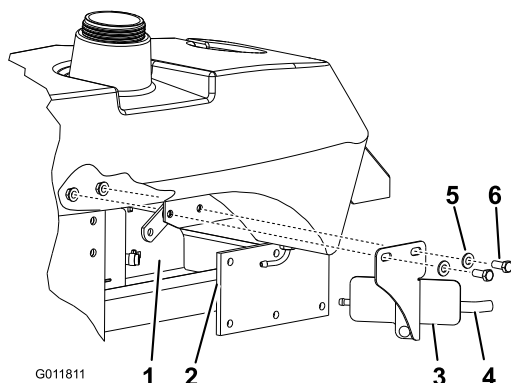

Figura 9
6. Instale el conjunto de bomba de combustible y soporte usando las tuercas que retiró anteriormente, pernos nuevos (3/8 x 7/8 pulgada) y arandelas planas (3/8 pulgada) (Figura 9). No apriete los herrajes.